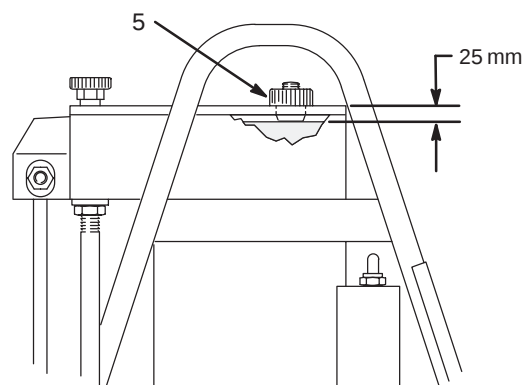

Fig. 11
Comprobar y/o cambiar el aceite hidráulico. Vea la Fig. 11.
24. Verifique el nivel de aceite hidráulico y, si fuera necesario, añada aceite homologado Graco hasta 25 mm de la parte superior de la placa. Vea la Fig. 11, en la página 14.